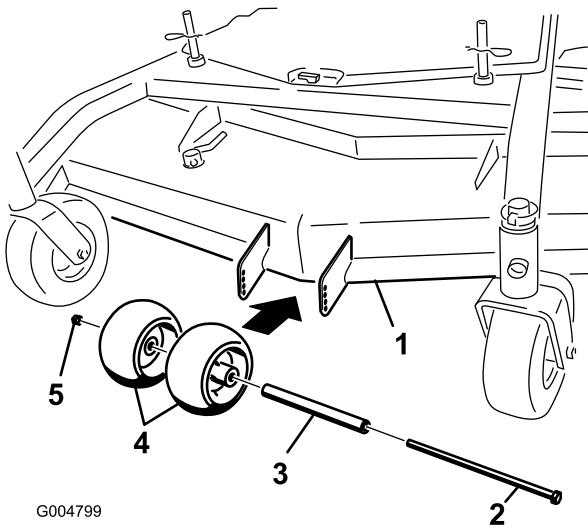
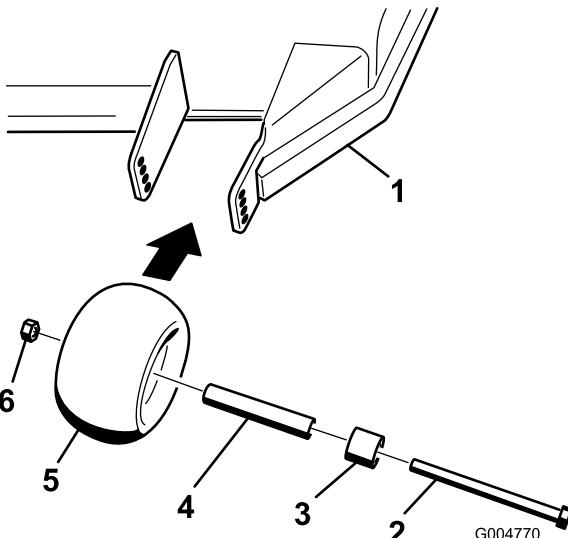

Figura 14
Figura 15
- Después de ajustar la altura de corte, revise los rodillos para asegurarse de que haya una separación mínima del suelo de 10 mm (3/8 pulg.) (Figura 14, Figura 15, Figura 16).
- Si es necesario realizar ajustes, retire el perno, las arandelas y la tuerca (Figura 14, Figura 15, Figura 16).
- Seleccione un taladro para que los rodillos tengan una separación mínima del suelo de 10 mm (3/8 pulg.) (Figura 14, Figura 15, Figura 16).
- Instale el perno y la tuerca (Figura 14, Figura 15, Figura 16).